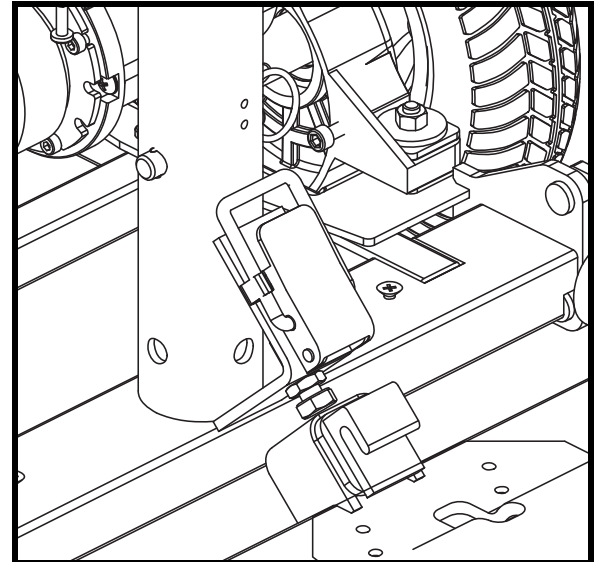

Abb. 12. Kniehebelverschluss offen
7. Drehen Sie den Kniehebelverschlußbügel über seinen Höhepunkt hinweg und verriegeln Sie ihn in seinem Verschluss. **Siehe Abb. 12.**